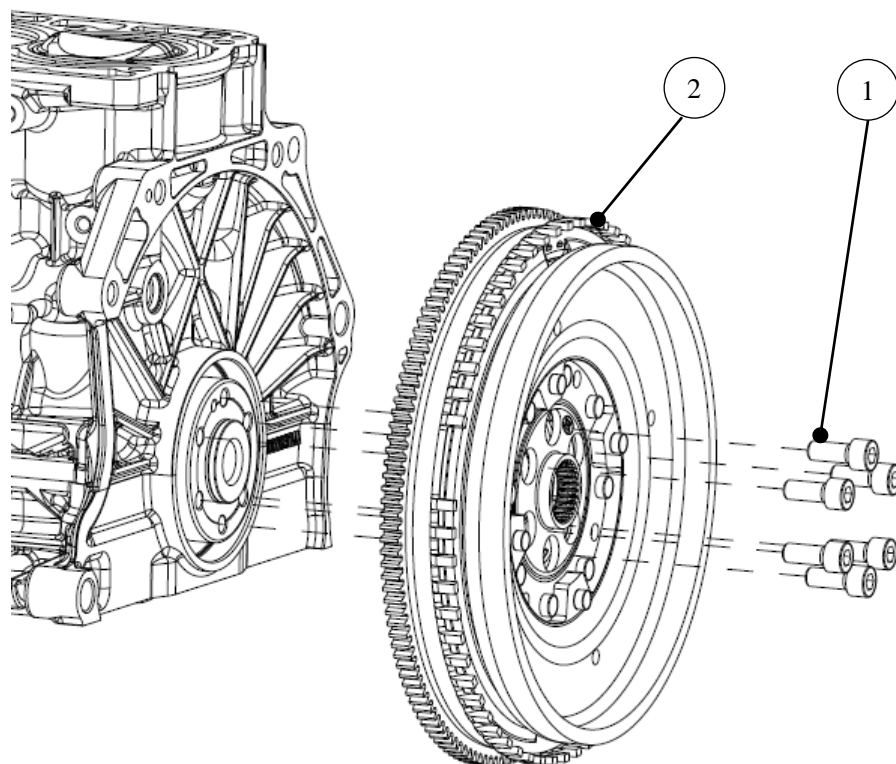

图 C-22 双质量飞轮的装配
- 1)、将双质量飞轮②装到曲轴后端飞轮定位轴颈上，对中后轻轻推入，不得敲击；
- 2)、旋转双质量飞轮，对齐各飞轮螺栓安装孔，装上6只飞轮螺栓①并预拧紧螺栓（曲轴限位），力矩第一步为 $35 \pm 5 \text{N}\cdot\text{m}$ ，第二步为 $30 \pm 5^\circ$ ，飞轮螺栓紧固顺序为对角依次拧紧，如图 C-22。